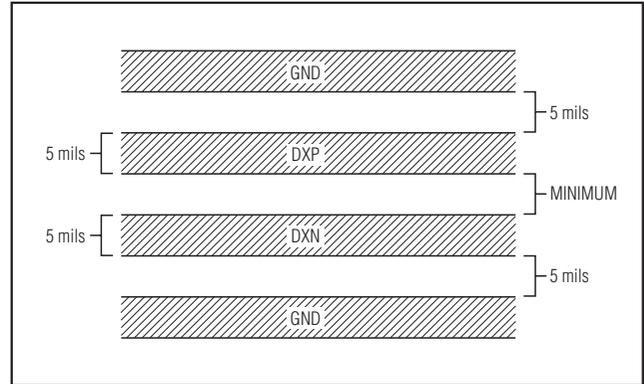

図5. 推奨される最小DXP~DXNプリント基板トレース
3) DXPとDXNのトレースを並列に互いに近づけて配置してください。トレースの各並列ペアはリモートダイオードまで延びているものとします。これらのトレースは+DC12Vなどの高電圧トレースから遠ざけて配置してください。プリント基板の汚れに起因するリーク電流には注意して処理する必要があります。DXPとグラウンドの間に20MΩのリーク経路があると約+1℃の誤差が生じるためです。高電圧トレースが避けられない場合は、DXP~DXNトレースのいずれかの側のGNDにガードトレースを接続してください(図5)。